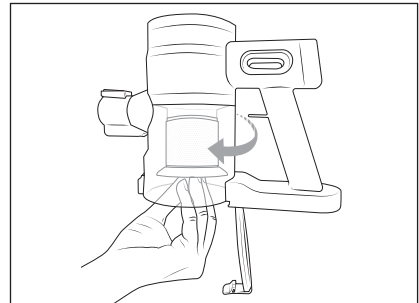

Bild 11
- 2) Ta ut det rostfria filtret **6** och EPA-filtret **5** ur dammbehållaren **2** genom att vrida EPA-filtret **5** medurs (se bild 11). Dra sedan det rostfria filtret **6** och EPA-filtret **5** nedåt och ta ut dem ur dammbehållaren **2**.